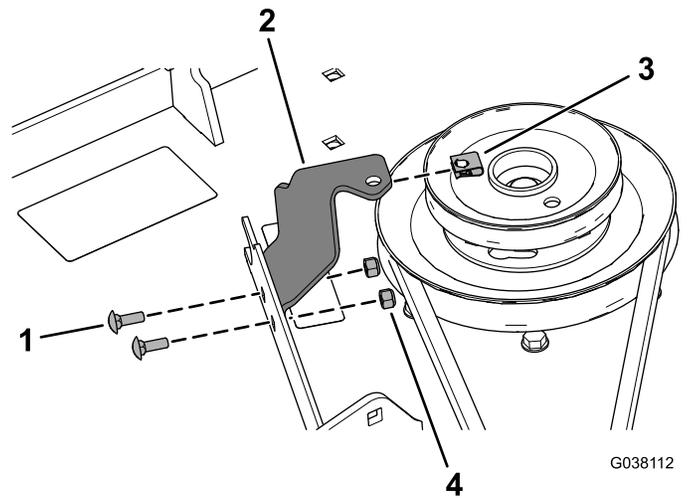

Bild 31
7. Befestigen Sie die Halterung für die Riemenabdeckung mit zwei Schlossschrauben ($\frac{1}{4}$ " x $\frac{3}{4}$ ") und zwei Sicherungsmuttern ($\frac{1}{4}$ ") am Mähwerk, wie in Bild 31 abgebildet.
8. Bringen Sie die Blechmutter an der Halterung für die Riemenabdeckung an (Bild 31).